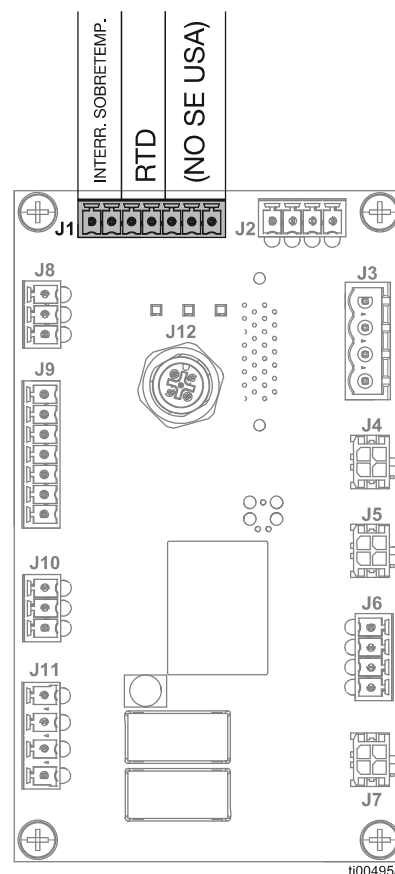

FIG. 73: Conexiones de control del melter (J1)
2. Retire la cubierta del melter (10). Consulte el apartado **Retirar las cubiertas del equipo**. Siga los pasos de la página 82.
4. Consulte la FIG. 73 y los **Esquemas eléctricos**, página 105, para ver más detalles sobre el cableado.
- b. Extraiga el cable de la RTD del ojal del armario eléctrico (210).
- d. Tire del nuevo sensor RTD a través del ojal del armario eléctrico (210).